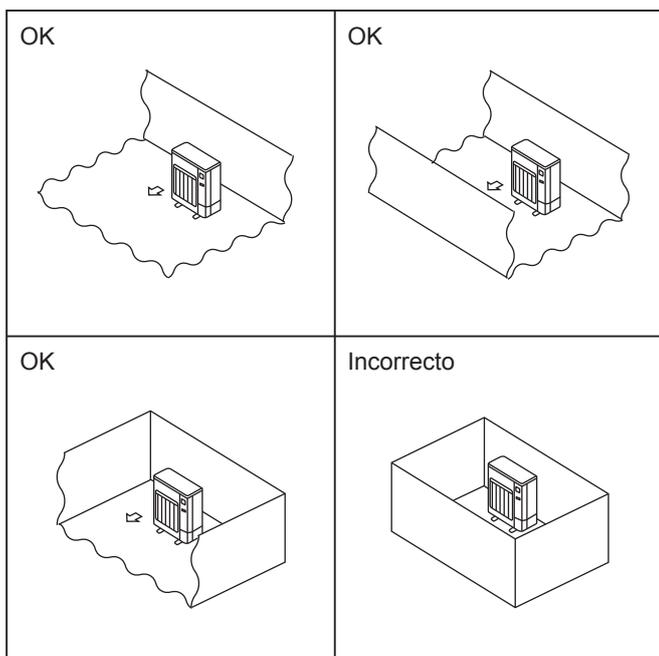

Fig. 2-2
- ⊙ Instale las unidades exteriores en un lugar donde al menos uno de los cuatro lados esté abierto, y en un espacio lo suficientemente grande y no elevado. (Fig. 2-2)